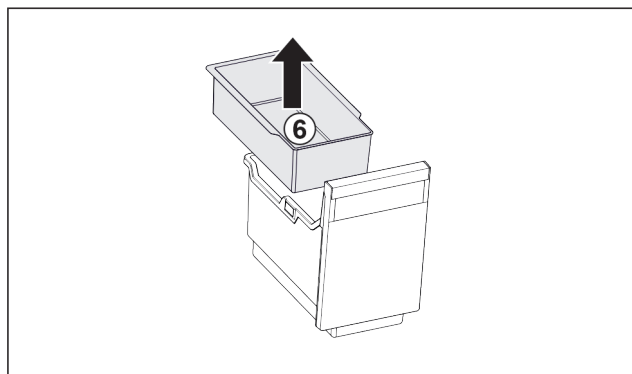

Fig. 52
- ▶ Vyjměte závěsnou misku Fig. 52 (6).